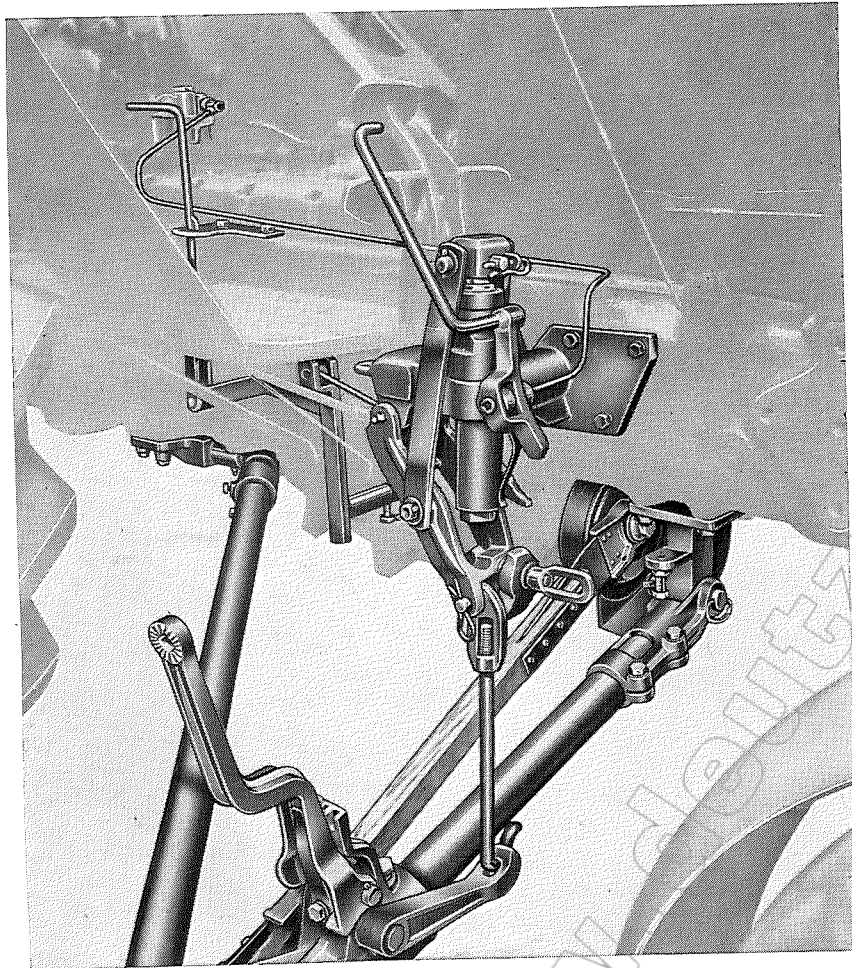

Abb. 16
1. Das **Hydraulik-Hebewerk** TM 20750 wird in den Tragbock TM 22210 (Hochrad) bzw. das Hydraulik-Hebewerk TM 20811 in den Tragbock TM 22195 (Normalrad) eingeschoben und durch den Kegelstift TM 4458 gesichert (Abb. 16 u. 17).
2. Die Verbindung zwischen dem Hydraulik-Hebewerk und dem Unterbau wird durch die **Verbindungsstange** TM 22223 (Normalrad) bzw. durch die Verbindungsstange TM 22213 (Hochrad) hergestellt (Abb. 16 u. 17).